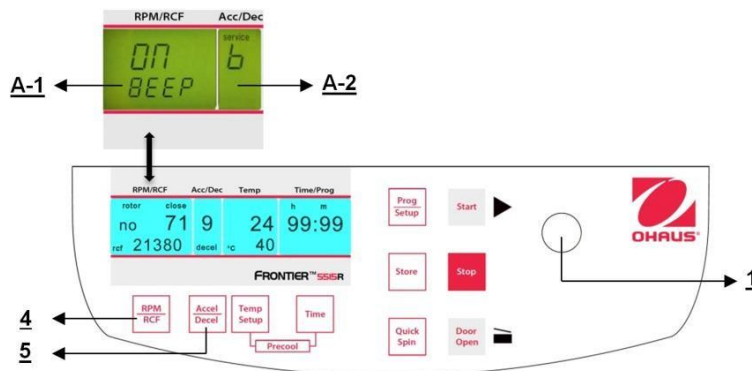

Figure. 38
Poursuivre conformément à la description du paragraphe 4.1. 1 pour entrer dans ce mode de programme et appuyer ensuite sur la touche **"Accel/Decel"** (5). Sur l'affichage **"Acc/Dec"** (A-2), le mot **"Service"** clignote. Sélectionner maintenant la lettre **"B"** avec le bouton de réglage (1). Ceci entraîne l'apparition des mots **"ON/BEEP"** sur l'affichage **"RPM | RCF"** (A-1). Après avoir appuyé sur la touche **"RPM | RCF"** (4), l'utilisateur peut mettre le son du clavier sur Marche ou sur Arrêt avec le bouton de réglage (1). (voir la figure 38)